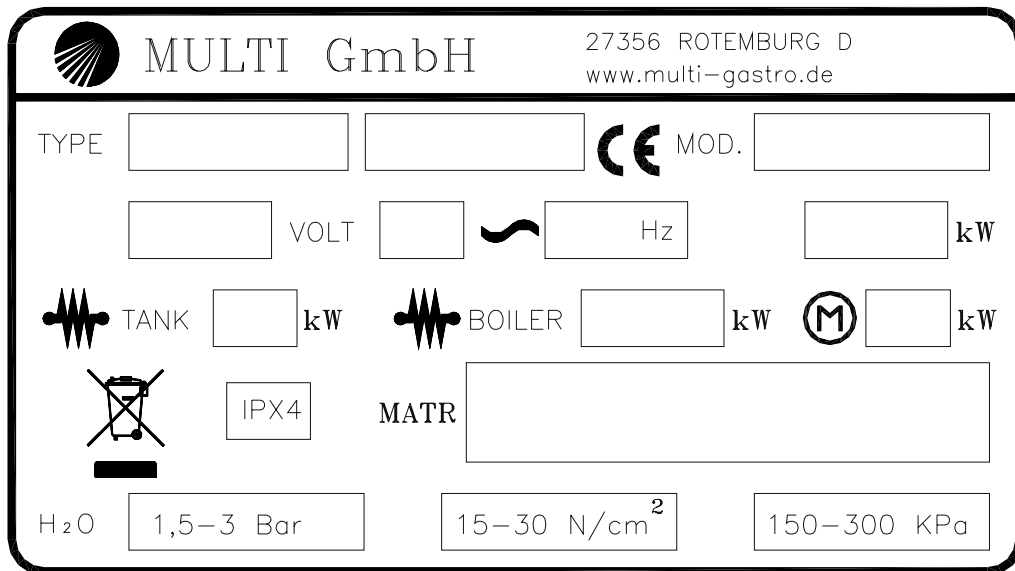

Bild. 1-1
- Das Maschinenschild (Bild. 1-1) befindet sich an der rechten Seite des Gerätes. Es enthält alle für die Aufstellung notwendigen Daten.